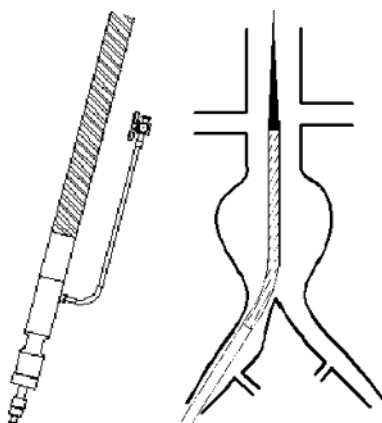

Рис. 5. Внедрение системы доставки
- ✧ Продвигать систему доставки к аневризме брюшной полости по проводнику и всегда удерживать клапан гемостаза на противоположной стороне пациента. **(Рис. 5)**